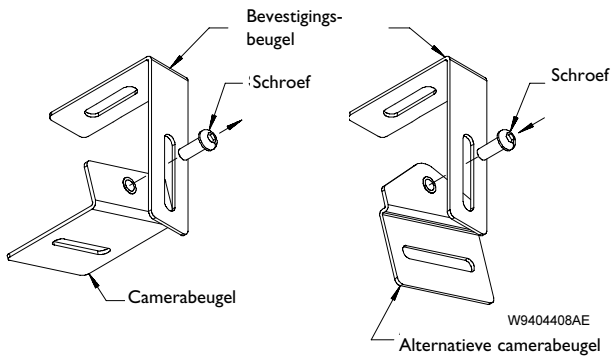

Afbeelding 4: Boutgaatjes en doordrukgaatjes
4. Bepaal hoe de bekabeling naar de behuizing zal gaan lopen. De behuizing heeft twee doordrukgaatjes met een doorsnede van 1,27 cm en een doordrukgaatje van 1,9 cm. Zie afbeelding 4.